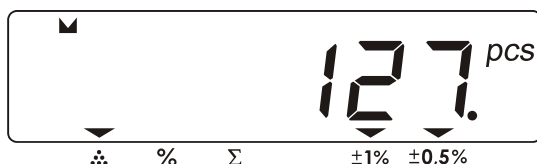

Рисунок 35. Показания дисплея после определения количества единиц товара.
- теперь положите на весы весь товар, количество единиц которого надо определить – на дисплее отобразится количество единиц товара (см. Рисунок 35):